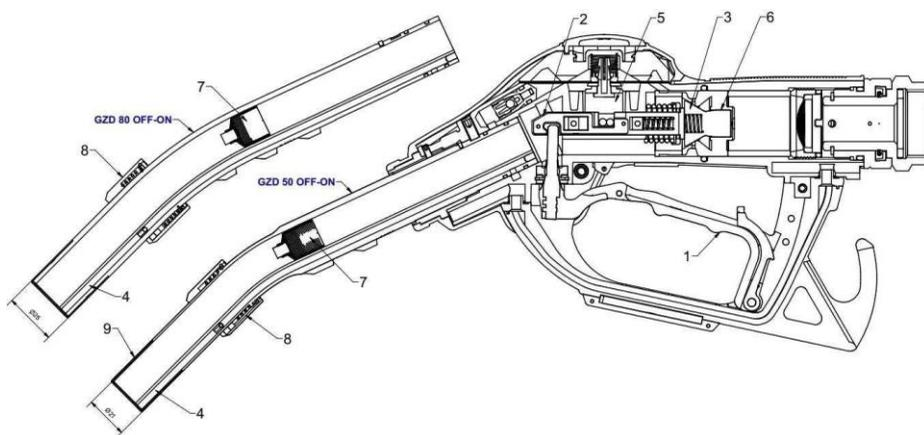

Figura 3
La pistola GZD 50/80 OFF-ON è dotata di una valvola (7) montata sul tubo di rifornimento nella versione standard, che impedisce la fuoriuscita di carburante nella pistola GZD 50/80 OFF-ON dopo il rifornimento del serbatoio del veicolo. (Figura 3)